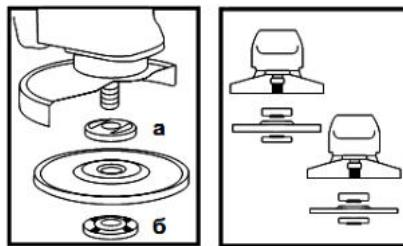

Рисунок 2
**4.4** Встановіть на виріб абразивний шліфувальний або відрізний круг. Для цього натисніть на кнопку фіксації шпинделя (1) і проверніть шпиндель до фіксації. За допомогою вілочного ключа з комплекту виробу відверніть і зніміть затискну гайку (б) (див. рис. 2). Встановіть шліфувальний диск на посадкове місце фланцевої шайби (а) (рис. 2), накрутіть затискну гайку на шпиндель і затягніть її ключем з комплекту виробу.